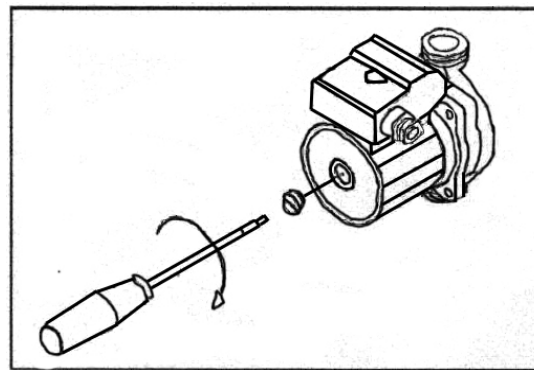

Рис. 7. Проверка циркуляционного насоса
-убедитесь, что питание котла отключено, затем при помощи отвертки открутите заглушку насоса (при этом, если система отопления заполнена, будет вытекать небольшое количество воды) и проверните его несколько раз туда и обратно (рис. 7). Плотно закрутите заглушку.